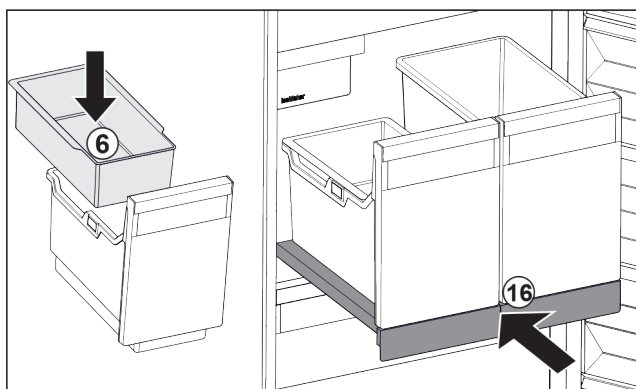

Fig. 125
- ▶ Inserire la vaschetta da agganciare Fig. 125 (6) per i cubetti di ghiaccio.
- ▶ Inserire il ripiano estraibile con il contenitore (IceTower). Fig. 125 (16)